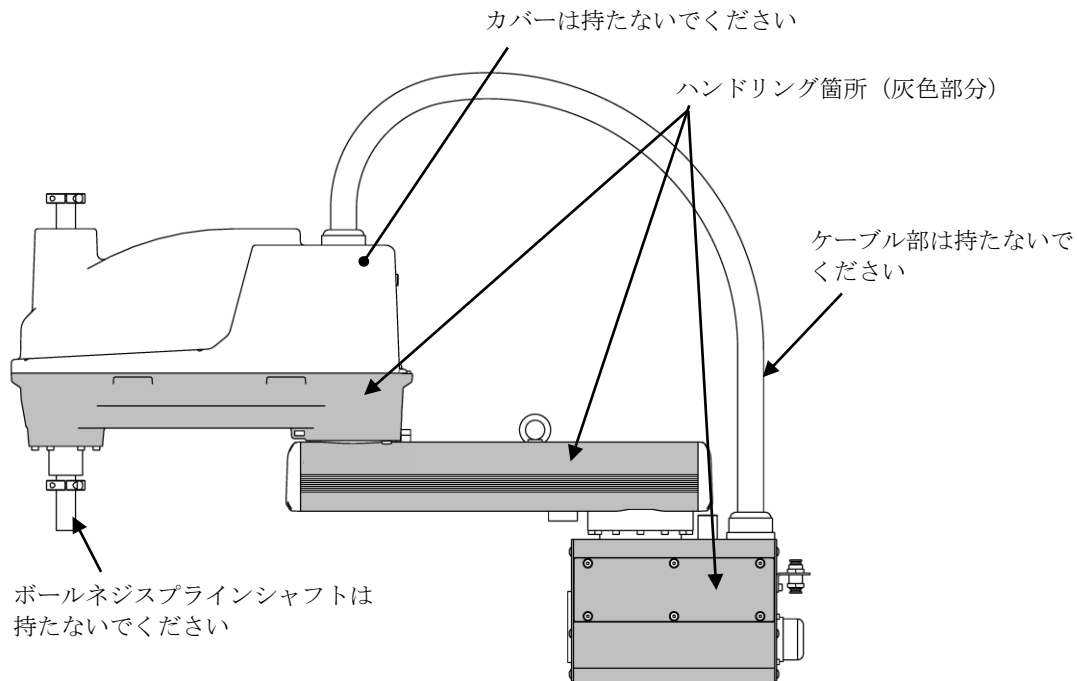

図 4.7 ロボットハンドリング箇所 (KHL-500、KHL-600、KHL-700)
- ・ロボットを人手により持ち上げる際は、図 4.7 における灰色部分に手をかけてください。第 2 アームカバー部やケーブル部やボールネジスプラインシャフトを持つと過大な力がかかり故障の原因となります。